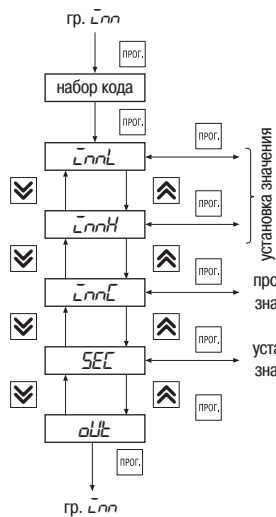

Рис. 20
6.2.2.7. Группа «Lnn» предназначена для задания числа импульсов при перемещении задвижки или затвора из одного конечного положения в другое (рис. 20). Код доступа для этой группы «\_55».